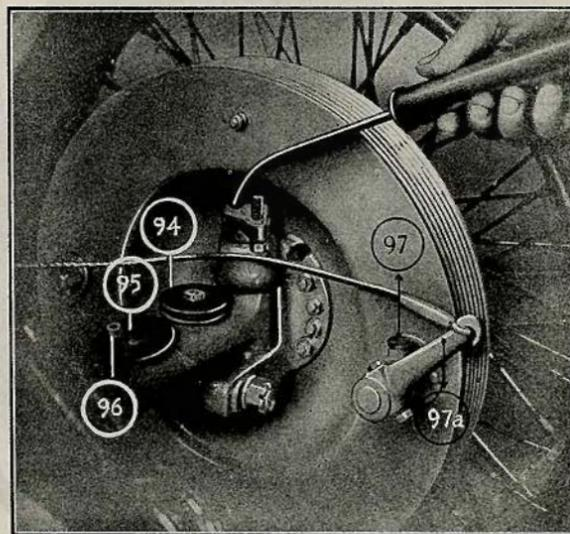

FIG. 24
axe de pivot avec de l'huile minérale en employant une seringue remplie d'huile. Pour le faire il suffit pour graisser de braquer les roues à fond vers la gauche et de déplacer avec la main la poulie du câble de façon à découvrir le trou de graissage dans lequel on engagera le bec de la seringue. Pour graisser à droite il suffit après avoir braqué les roues complètement vers la droite, de répéter la même opération. Pour bien montrer cette opération, on a représenté sur la fig. 24 la poulie démontée (94) avec son chapeau (95) et écrou (96). Pour bien faire cette opération il est recommandé de mettre un cric sous l'essieu
Déplacer la poulie pour dégager le trou de graissage de l'axe de la fusée graisser comme indiqué fig. 24. Graissage à l'huile 2 fois par semaine.
Déplacer la poulie pour dégager le trou de graissage de l'axe de la fusée, graisser comme indiqué fig. 24, graissage à l'huile 2 fois par semaine.